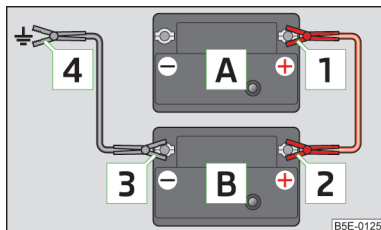

Fig. 187
- > Prindeți clema **1** la polul plus al bateriei descărcate **A** » fig. 187.